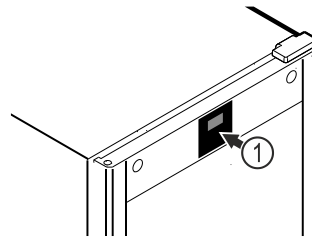

Fig. 51 Príklad zobrazenia
Teplomer je z výroby kalibrováný (posun o +6 Kelvinov). Ak sa vnútorná teplota líši od indikátora teploty Fig. 51 (1), môžete teplomer kalibrovať.